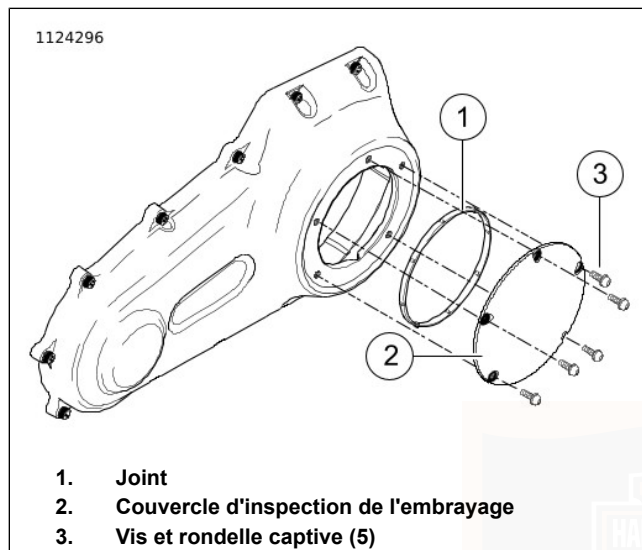
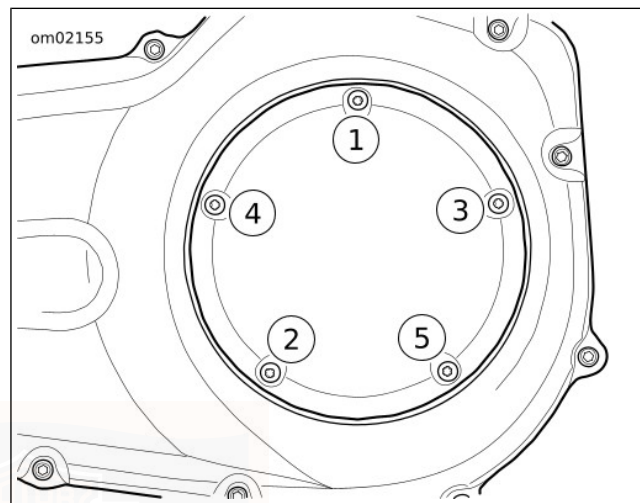

Figure 72. Couvercle d'embrayage (classique)
Figure 73. Séquence de serrage de couvercle d'embrayage
6. Voir Figure 72. Déposer les vis (3) et le couvercle d'inspection de l'embrayage (2).
7. Déposer le joint (1). Essuyer l'huile de la rainure du couvercle du carter de chaîne et de la surface de montage.
- b. Voir Figure 72. Placer un joint **neuf** (1) dans la rainure du couvercle d'inspection de l'embrayage (2). Enfoncer chaque patte du joint dans la rainure.
- c. Fixer le couvercle d'inspection de l'embrayage (2) à l'aide de vis et de rondelles captives (3).
- d. Voir Figure 73. Serrer dans l'ordre indiqué à un couple de 9,5–12,2 N·m (84–108 **in-lbs**).